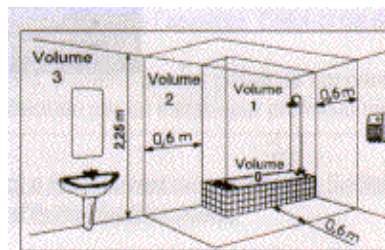

рис. 1
Воздуходувный конвектор модели "CES 2002" представляет собой переносной прибор с мощностью нагрева 2000 Вт. При условии установки его опор на плоскую устойчивую поверхность он может быть использован в любых помещениях, снабженных розеткой, рассчитанной на ток минимум 10 ампер. При работе в бассейнах и ванных комнатах его применение ограничивается секцией 3 (рис. 1).
- Если прибор устанавливается в ванной, необходимо соблюдать требования, указанные в предыдущем разделе (рис. 1).